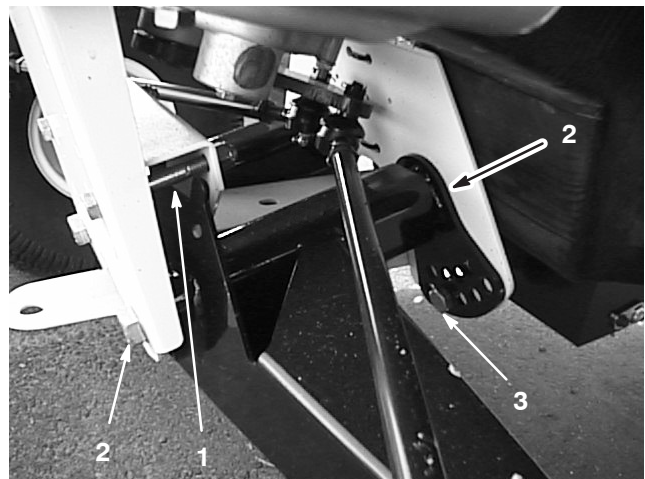

Bild 34
2. Entfernen Sie die Anschlagschraube (Bild 34).
3. Lockern Sie die Zentrierschrauben im vorderen A-Arm (Bild 34).
4. Entfernen Sie die Fahrhöhe-Einstellschraube (Bild 34).
5. Drehen Sie den vorderen A-Arm in die gewünschte Stellung (siehe den nachstehenden Hinweis) und schrauben die Fahrhöhe-Einstellschraube wieder ein (Bild 34).
7. Setzen Sie die Anschlagschraube (Bild 34) wieder ein.